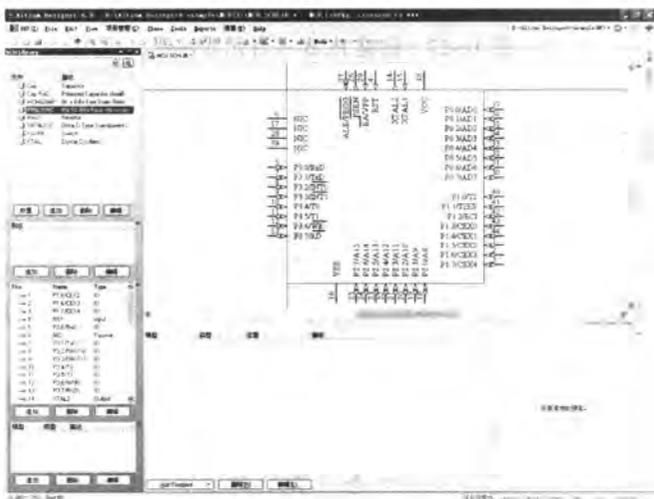

图 10-30 进入原理图库文件编辑环境
- [3] 双击“MCU.PcbLib”，打开该文件，进入原理图库文件编辑环境中。打开【SCH Library】面板，在元器件栏中，列出了该库文件的全部库元器件，如图 10-30 所示。